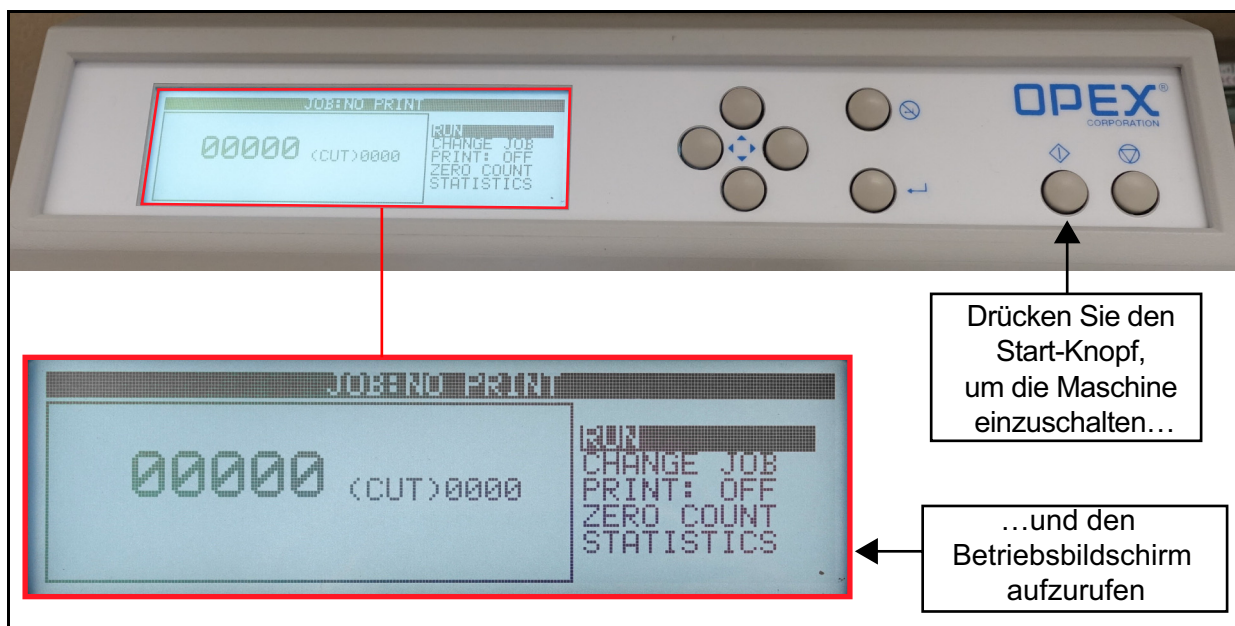

Abbildung 4-6: Start-Taste
- Drücken Sie die **Start button (Start-Taste)** um das Gerät einzuschalten (Abbildung 4-6). Dadurch wird der Bildschirm **RUN (BETRIEB)** angezeigt.